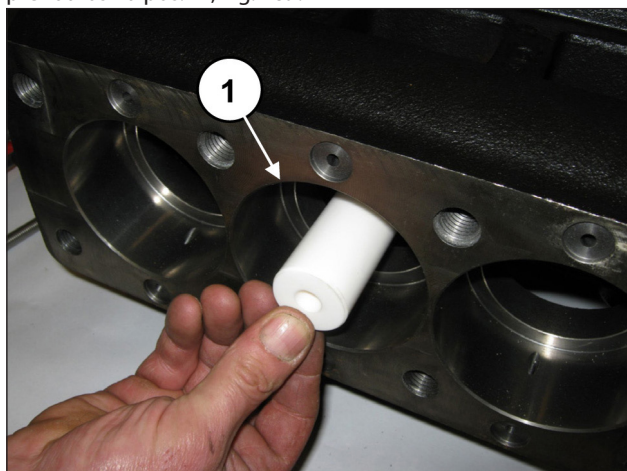
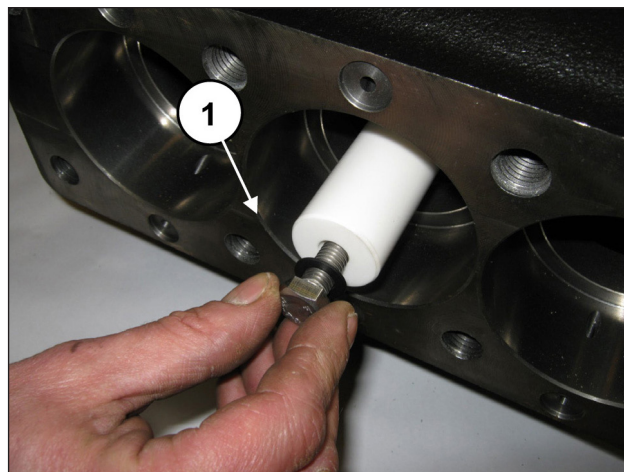

Fig. 188
Fig. 189
Monte os pistões nas respectivas guias (pos. ①, Fig. 188) e prenda-os na pos. ①, Fig. 189.